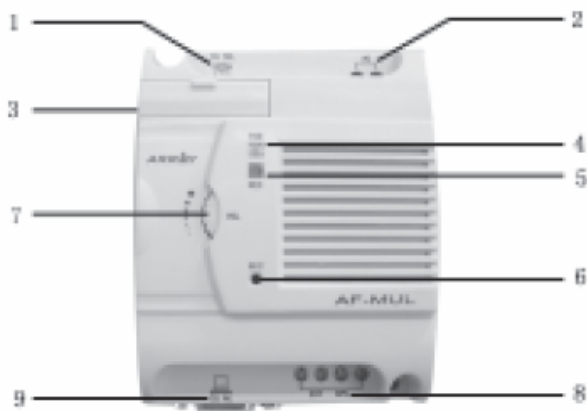

Рис. 6.1 Вид речевого модуля AF-MUL
5. Замкните на одну секунду ключ k3. На AF-MUL зажжется индикатор красного цвета, показывающий режим записи (рис. 6.1, поз. 5). Произнесите сообщение: "Пожалуйста, введите пароль" в микрофон MIC (рис.6.1, поз 6).
7. Замкните ключ k3 на одну секунду. Зажжется индикатор красного цвета, показывающий режим записи (рис. 6.1, поз. 5).
8. Произнесите ваше сообщение: "Пароль правильный. Пожалуйста, введите команду управления" в микрофон MIC (рис.6.1, поз 6).